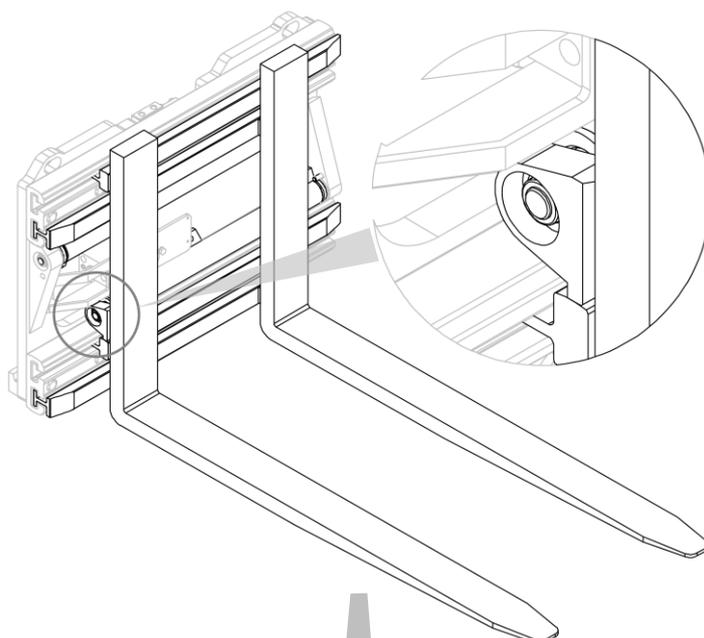
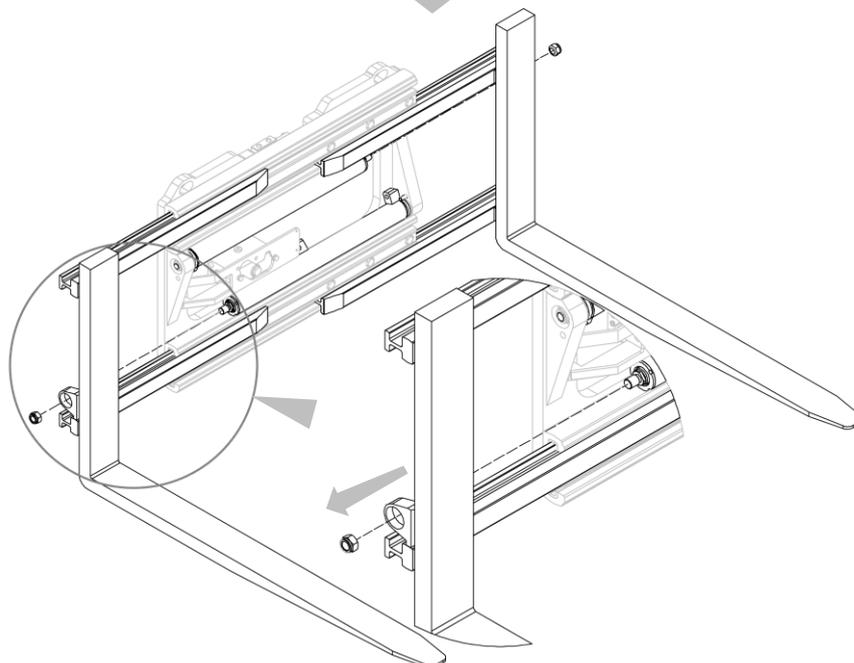

Abbildung 22
Abbildung 23
2. Entfernen Sie die Gabelzinken mit Gleitprofilen, nachdem Sie die entsprechenden Muttern zur Befestigung an den Zylindern abgeschraubt haben (siehe *Abbildung 22* und *Abbildung 23*).